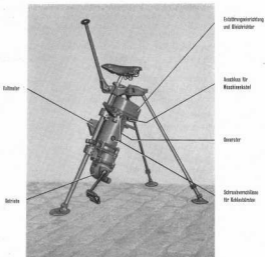

Bild 8 Tretgenerator
C. Der Tretgenerator (Bild 8)
19. Der **Generator** ist als Gleichstrom-Zweiwicklungsmaschine für Heiz- und Anodenspannung ausgebildet. Die elektrisch von einander getrennten Wicklungen ergeben 10 Volt (H), bzw. 330 Volt (A). Die Gittervorspannung (Gv) wird durch Gleichrichtung des von einem Mittelfrequenz-generator erzeugten Wechselstromes erhalten. Die Generatorachse verläuft parallel zur vorderen Stütze des Gestelles. Auf der oberen Seite des Ankers befindet sich der Kollektor für die 330-Volt-Wicklung, diejenige für die 10-Volt-Wicklung liegt unten. Der Strom wird mittels Kohlebürsten abgenommen, die von aussen nach Lösen der Schrauben (siehe Bild 8) zugänglich sind.